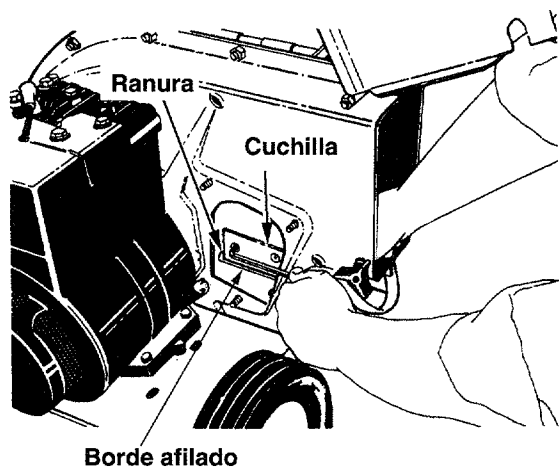

Figura 18
- Gire manualmente el conjunto de la hélice hasta que ubique una de las dos cuchillas de la astilladora en la abertura de la canaleta de la astilladora. Extraiga la cuchilla, usando una llave allen de 3/16" en el exterior de la cuchilla y una llave de 1/2" en el conjunto de la hélice (dentro del armazón). Vea la figura 18.
- Reensamble en orden inverso. Asegúrese que las cuchillas vuelvan a ensamblarse con el borde afilado enfrentado en la dirección mostrada en la figura 18 (el borde afilado está ensamblado hacia la abertura ranurada en el fondo).